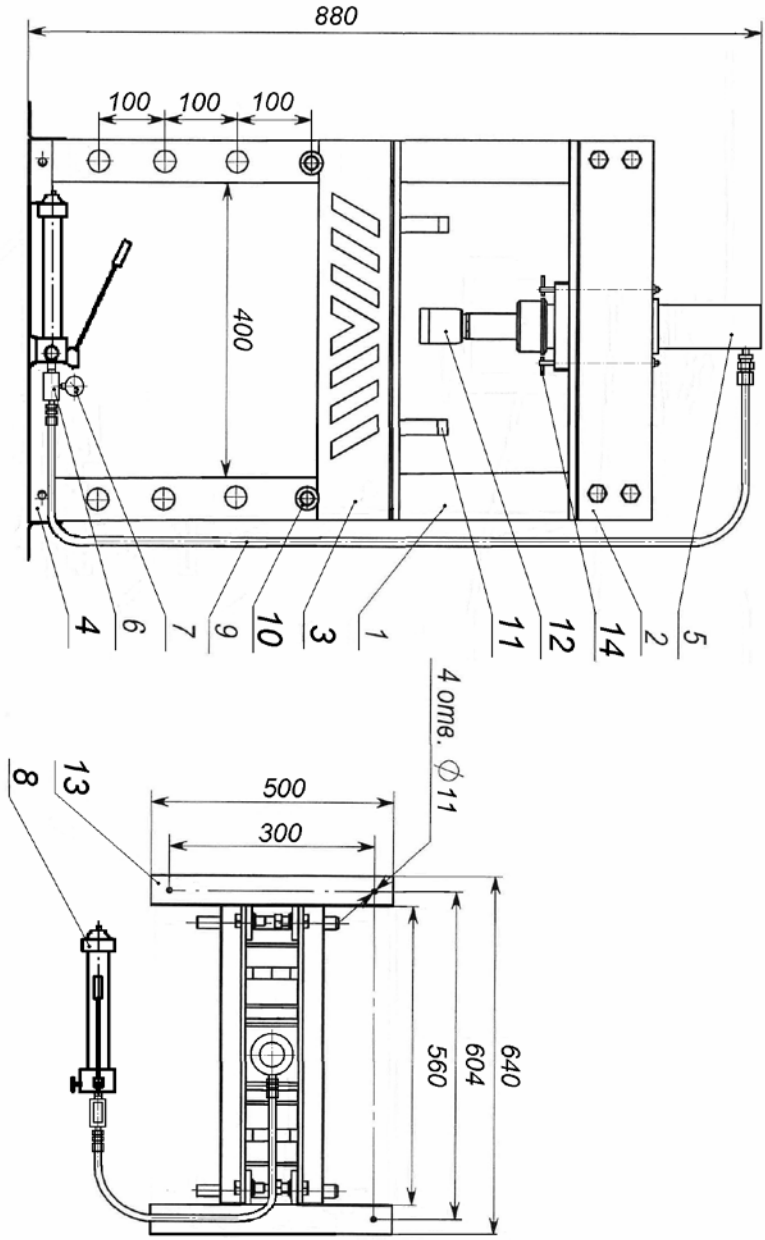

Рис. 1. Пресс П-10
- рама, состоящая из двух стоек поз. 1 (см. Рис.1), балки верхней поз. 2, балки опорной поз. 3, поперечины поз. 4 и опорных уголков поз. 13;